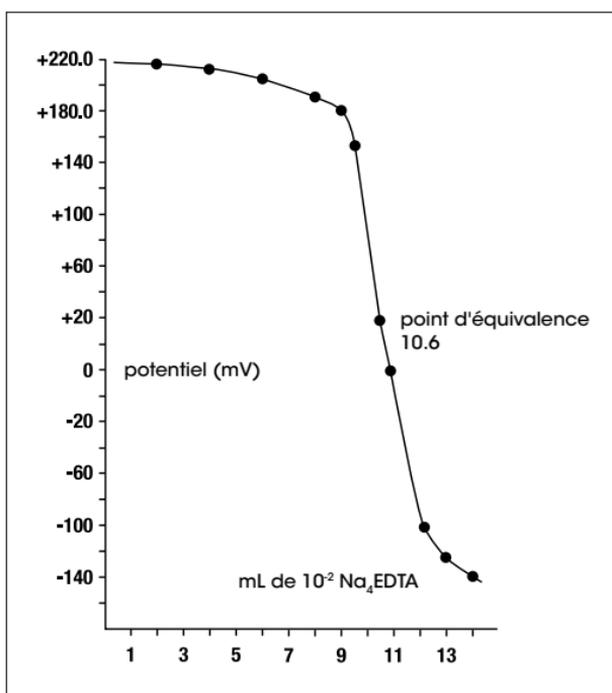

Figure 3 – Titrage type de 10^{-3} mol/L de CuCl_2 avec 10^{-2} mol/L de Na_4EDTA
2. Réalisez un titrage au point d'équivalence en utilisant un modèle de méthode de titrage au point d'équivalence standard disponible sur les titreurs Tx Excellence et G20 Compact. Le point d'équivalence du titrage correspond au point de la plus grande pente (point d'inflexion). Voir **Figure 3**.